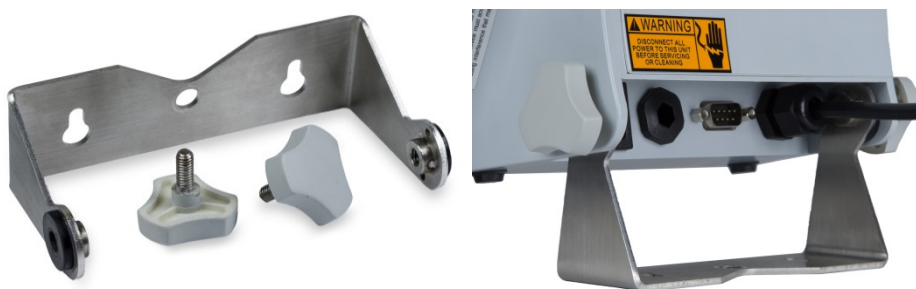

Figura 2-5: Staffa e pomelli di serraggio
4. Utilizzare i due pomelli per fissare le staffe alla parte inferiore del terminale, come mostrato in Figura 2-5.